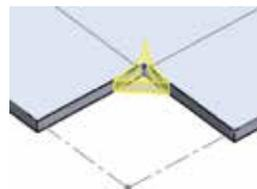

图 5.218 折弯腰释放槽
- **折弯腰** 释放槽类型：用于在释放槽边线处切除折弯腰形状材料，如图 5.218 所示。